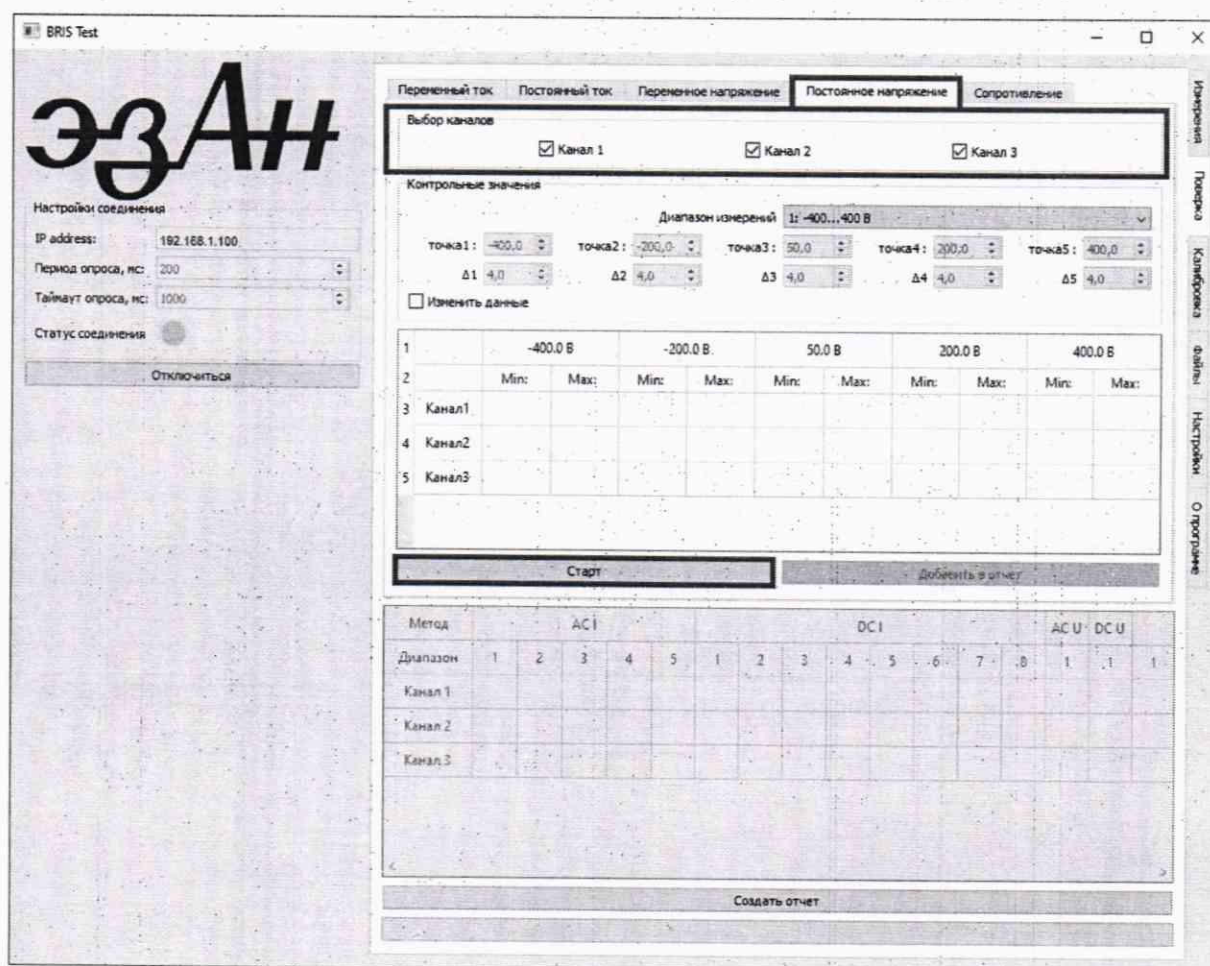

Рисунок 2
4. Для поверки каналов по напряжению постоянного тока перейти во вкладку «Постоянное напряжение», выбрать галочками все каналы блока и нажать кнопку «Старт», рисунок 2.
5. Следуя инструкциям, указанным в окне поверки, выполнить поверку каналов блока. Значения напряжения, согласно таблице 6, подавать от калибратора АЗ (в соответствии с руководством по эксплуатации калибратора). Допускаемые показания прибора рассчитаны по формуле (1).